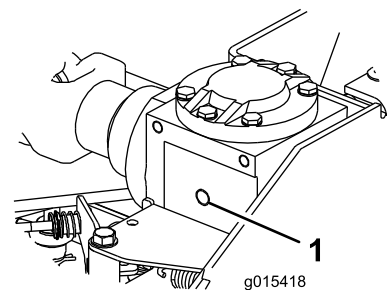

Bild 12
2. Entfernen Sie die Kappe vom Getriebeeinfüllloch und prüfen Sie den Ölstand (Bild 12).